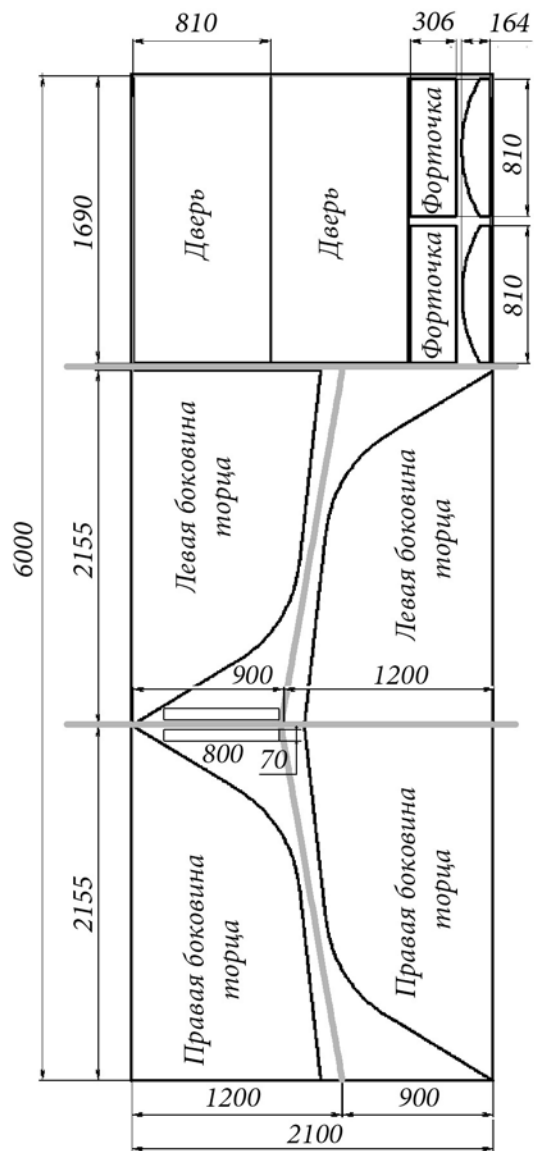
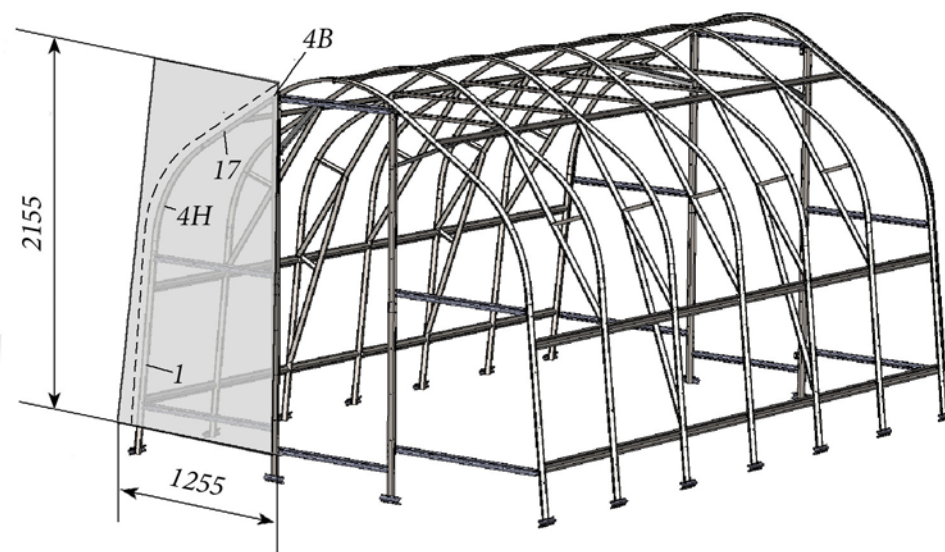
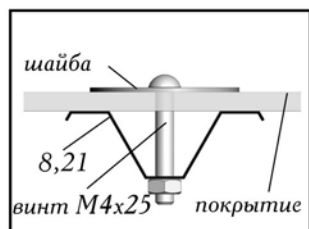
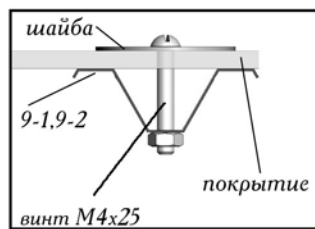

Рис. 15
Рис. 16
Рис.18
Рис.19
РАСКРОЙ ЛИСТА ПОЛИКАРБОНАТА ВЫПОЛНЯЙТЕ СТРОГО В СООТВЕТСТВИИ С РИС. 15 и РИС. 16
1. Раскройте лист покрытия для торцов согласно схеме (рис.15). Для этого разрежьте лист поликарбоната согласно линий реза.
3. Установите боковины торца в соответствии с рис. 16,19. Придерживая кусок покрытия, закрепите по деталям 8,21 с помощью шайб и винтов М4х25 (рис.18), по деталям 9-1, 9-2 с помощью шайб и винтов М4х25 (рис.19). Отверстия для винтов выполняются сверлом диаметром 4 мм изнутри теплицы через готовые отверстия в деталях каркаса. Установите куски «коньковой панели», закрепляя их по деталям 10, выпуская ниже низа детали 10 на 7-8 мм.